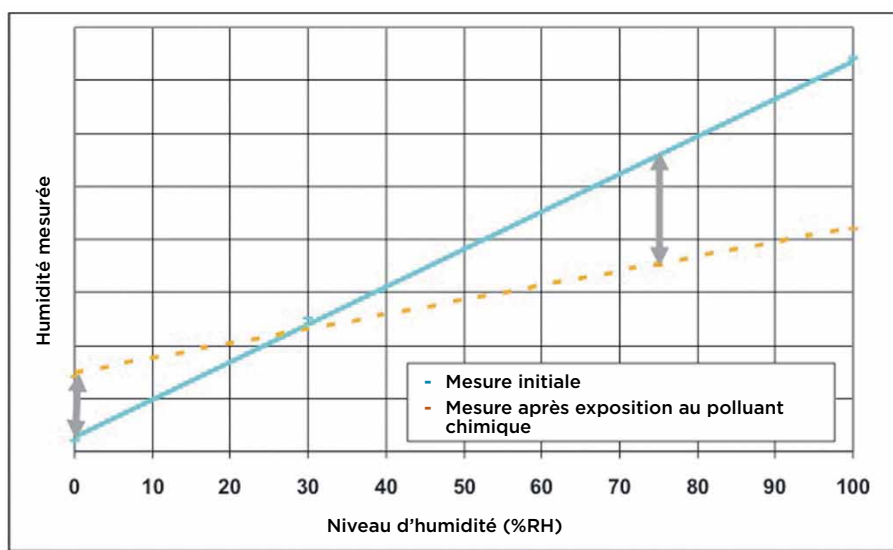

Figure 1. La performance du capteur est influencée par les produits chimiques absorbés.
Les produits chimiques absorbés réduisent la capacité du polymère à absorber les molécules d'eau, ce qui diminue en conséquence la sensibilité du capteur. Le changement de performance de la mesure est habituellement considéré comme une dérive au fur à mesure que le gain du capteur décroît. Les changements peuvent être vérifiés en mesurant la réponse du capteur à des niveaux d'humidité constants. La **Figure 1** montre la dérive du capteur due à l'exposition aux produits chimiques, mesurée à 0 et 75 % d'Humidité relative (HR).